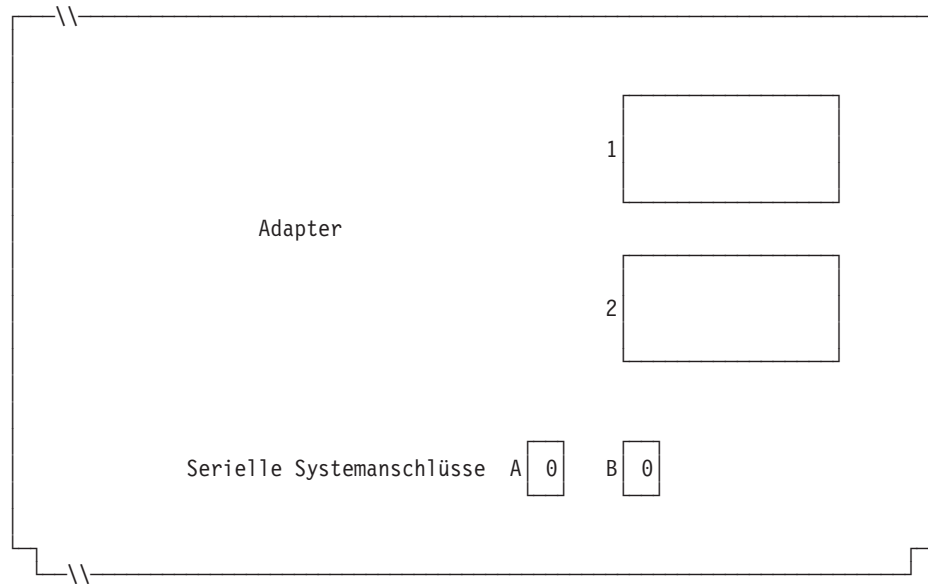

Abbildung 113. Rechte Seite der Rückseite einer Kombination Handelscomputer/Datenkasse IBM 4694-2x7
Abb. 113 auf Seite 340 die Anschlussnummer eintragen. Eine Null (0) eintragen,